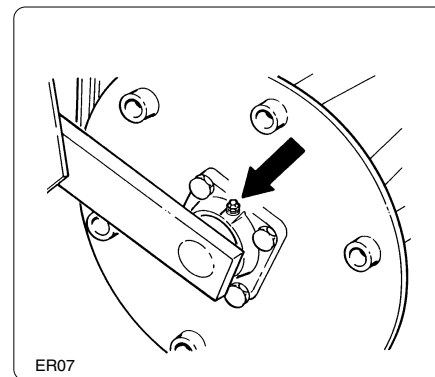

fig. 7.4.1
- Graisser les supports du rouleau arrière (fig. 7.4.1).
- Die Lager der Nachlaufwalze schmieren (Abb. 7.4.1).